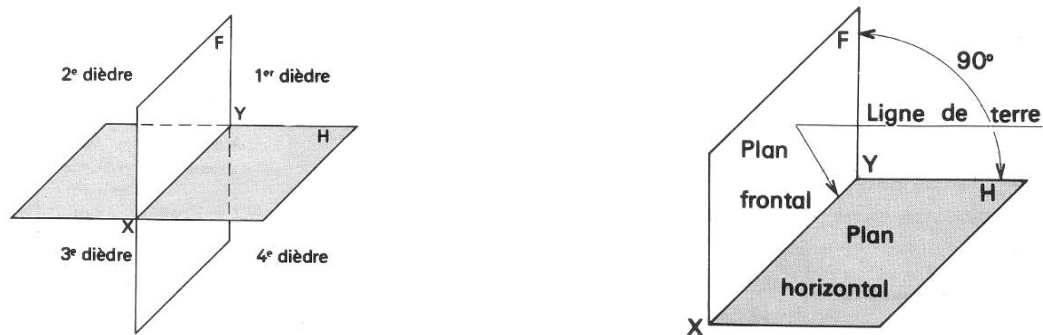

Fig.1 Plans de projection
On choisit deux plans perpendiculaires entre eux, un est horizontal (H) l'autre est frontal (F). Leur intersection XY est appelée ligne de terre. Les deux plans H et F matérialisent en fait quatre dièdres. Pour la majorité des cas, on place le solide à projeter dans le premier dièdre (Fig .1).